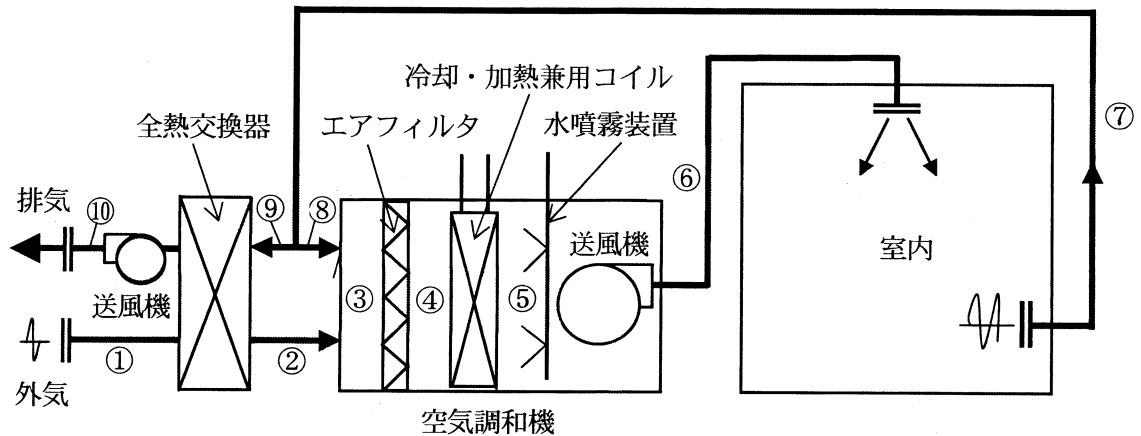
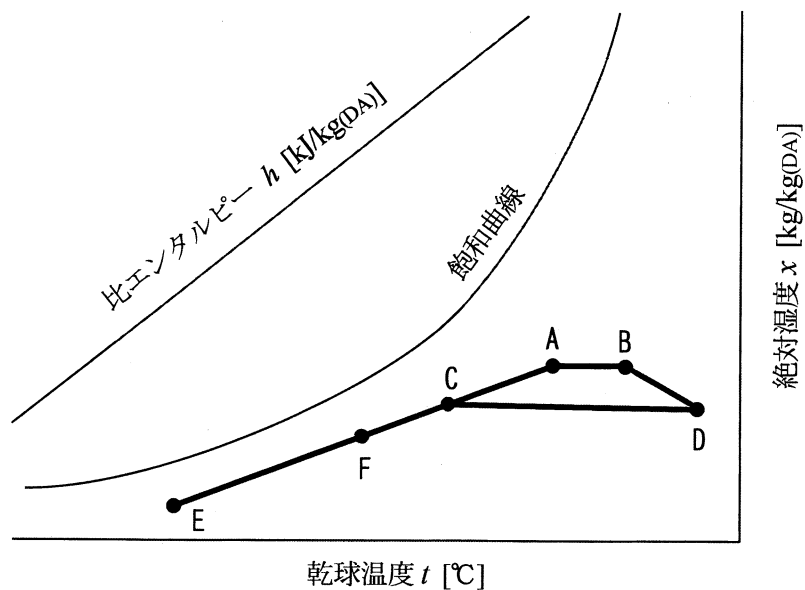

図1 空気調和システム
図2 湿り空氣線図 (h - x 線図)
- (1) 図1は、空気調和機を用いた空気調和システムを示したものであり、①～⑩は、システム内の空氣の通過位置を示すものとする。また、図2は図1の空気調和システムにおける暖房運転時の空氣の状態変化を、湿り空氣線図 (h - x 線図) 上に示したものである。なお、A～Fはシステム内の空氣の状態点を表し、単位の kg(DA) は乾き空氣の質量を示す。
1) 図1の空気調和機における外気が全熱交換器を通過した直後の②の空気の状態点は、図2の となり、その後に室内からの還気と混合した③の空気の状態点は、図2の となる。また、冷却・加熱兼用コイル通過後の⑤の空気の状態点は、図2の であり、さらに水噴霧装置で加湿された後に室内に供給される。
2) 図1の全熱交換器における回収熱量は、「外気の状態点と、外気が全熱交換器を通過した後の状態点との 差」と「外気量（質量）」の積となる。
3) 1) を経て空気調和機から供給される空気によって室内負荷が処理され、室内の温度、湿度が一定に保たれる。このとき、「システム内の通過位置 を流れる空気の質量」と、図2の「二つの状態点 との 差」の積は空調負荷に合致している。